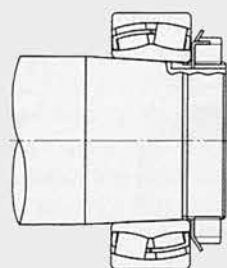
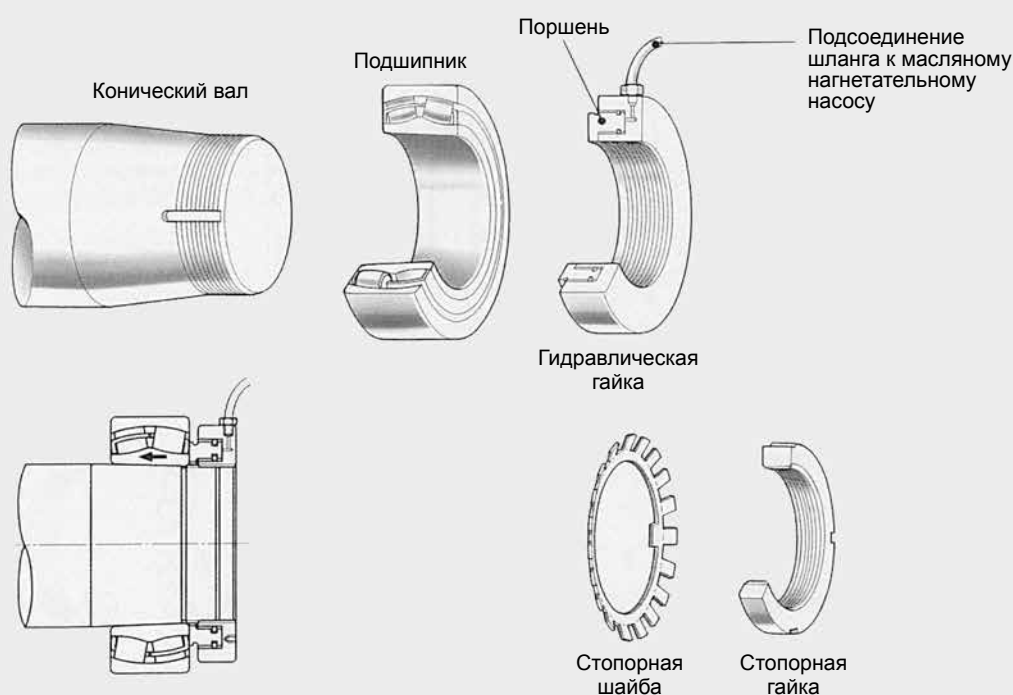

Рис. 6.25 Вид в собранном состоянии
Рис. 6.26 Способ применения гидравлической гайки
- 2) Способ гидравлической гайки (**Рис. 6.25** и **Рис. 6.26**)